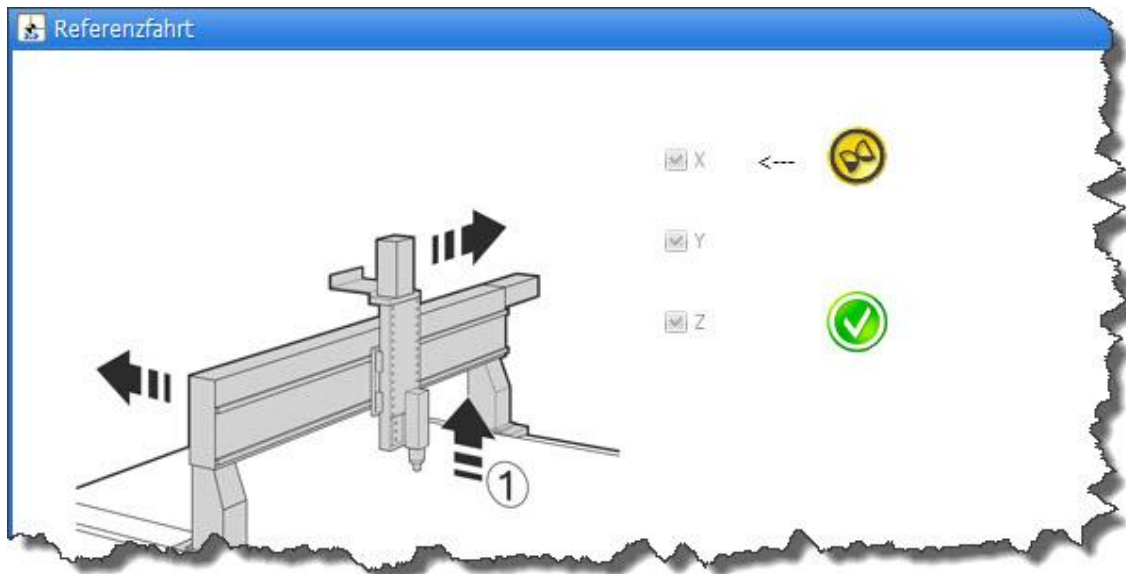

Abbildung 2: Die Fahrt auf Referenzschalter X wird ausgeführt (Pfeil zeigt auf 'X').
- Zuerst wird die Fahrt mit Referenzgeschwindigkeit auf den Referenzschalter ausgeführt (siehe Abbildung 2).